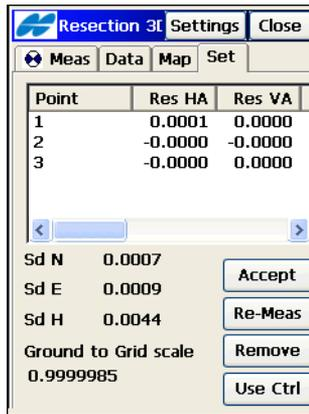

Abbildung 8-42. Register „Ergebn“
8. Öffnen Sie das Register *Mess*. Tippen Sie im Fenster **Freie Stat. 3D** auf **OK** (Abbildung 8-42). Die Koordinaten des unbekannten Punktes werden berechnet.